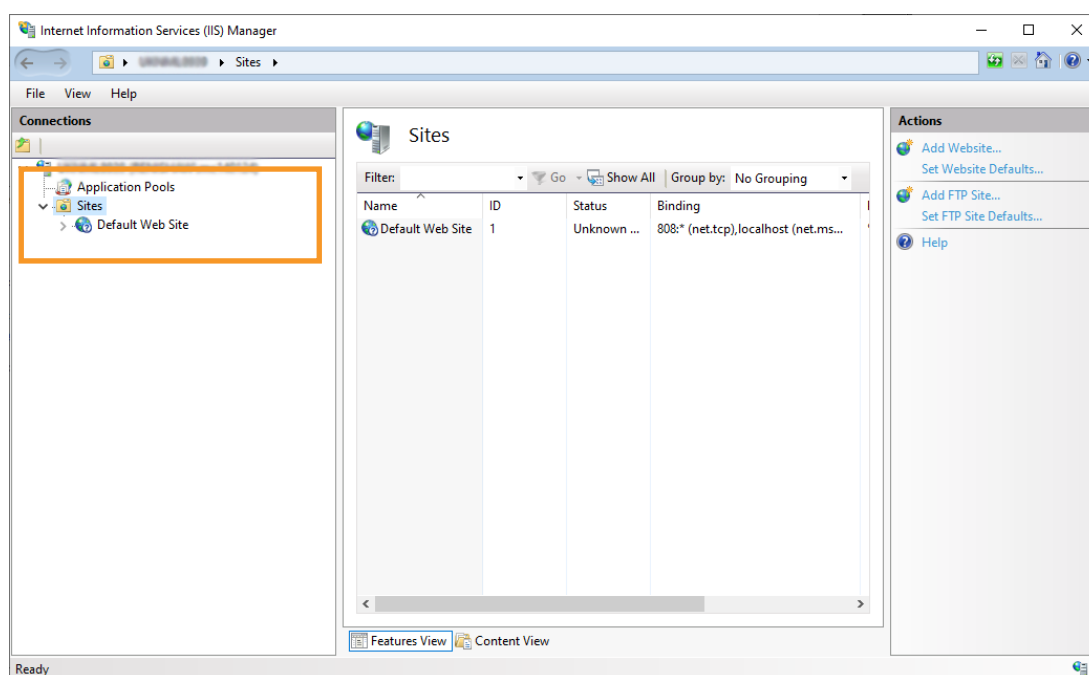

Figura 32 Ingrandire il tag “PC - Siti”
2. Ingrandire il tag “PC - Sites” sulla sinistra (vedere Figura 32).